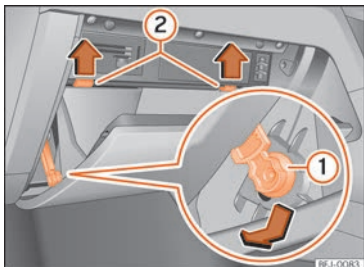

Fig. 50 Boîte à gants (volant à droite) : accès à la boîte à fusibles.
- Déplacez l'élément de freinage » » fig. 50 ① dans le trou du support vers le bas et tirez-le d'un côté.
- Appuyez sur les montants latéraux » » fig. 50 ② vers le haut, dans le sens des flèches, tout en continuant à ouvrir la boîte à gants.
boîte à gants vers l'avant, en surmontant la résistance des premiers montants » » fig. 50 ②.